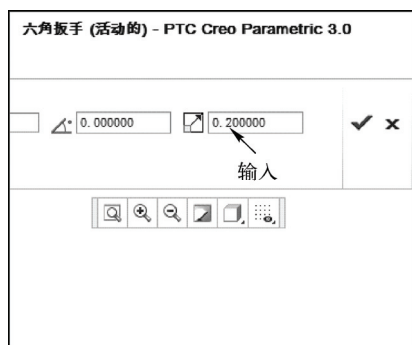

图 3-25 设置参数
STEP 03 选择左边的图形对象，单击“编辑”面板中的“旋转调整大小”按钮，打开“旋转调整大小”选项卡，在“输入比例因子作为值或表达式”文本框中输入“0.2”，如图 3-25 所示。